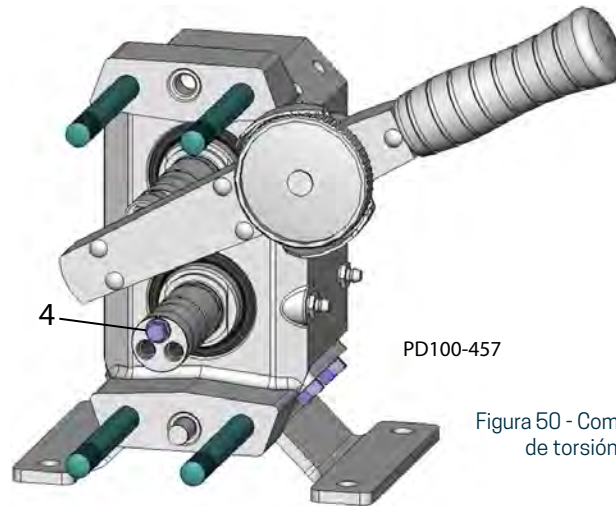

Figura 50 - Comprobación del par de torsión de rotación
3. Instale un prisionero roscado (Figura 50, renglón 4) en uno de los agujeros roscados de cada uno de los ejes, y compruebe el par de torsión de rodamiento de cada conjunto de eje con un torquímetro.